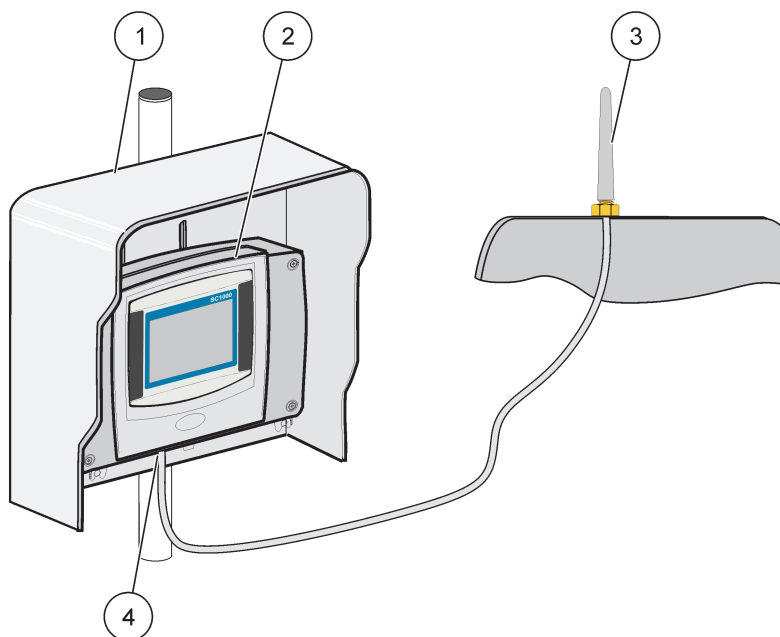

図 35 外部 GSM アンテナの接続
4. ディスプレイモジュールの GSM アンテナ接続部にアンテナ ケーブルを取り付けます (図 7)。製造元支給のアダプタを使用して、アンテナ コネクタと GSM アンテナ接続部を接続します (図 35)。